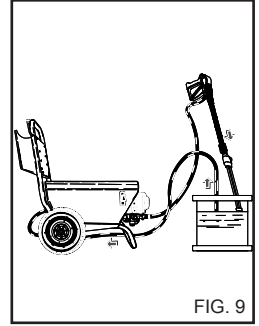

FIG. 9
1) Huuhtele korkeapaineinen vesipiiri pesuaineen käytön jälkeen: käytä pumpputta 1 minuutin ajan annosteluhana täysin suljettuna. (Fig. 9).
4) Huuhtele imupiiri puhdistusaineen käytön jälkeen. Sijoita puhdistusaineen imuputki (Fig. 9) puhdasta vettä sisältävään säiliöön, aseta suihkuputki puhdistusaineen syöttötavalle ja käytä pumpua 1 minuutin ajan.